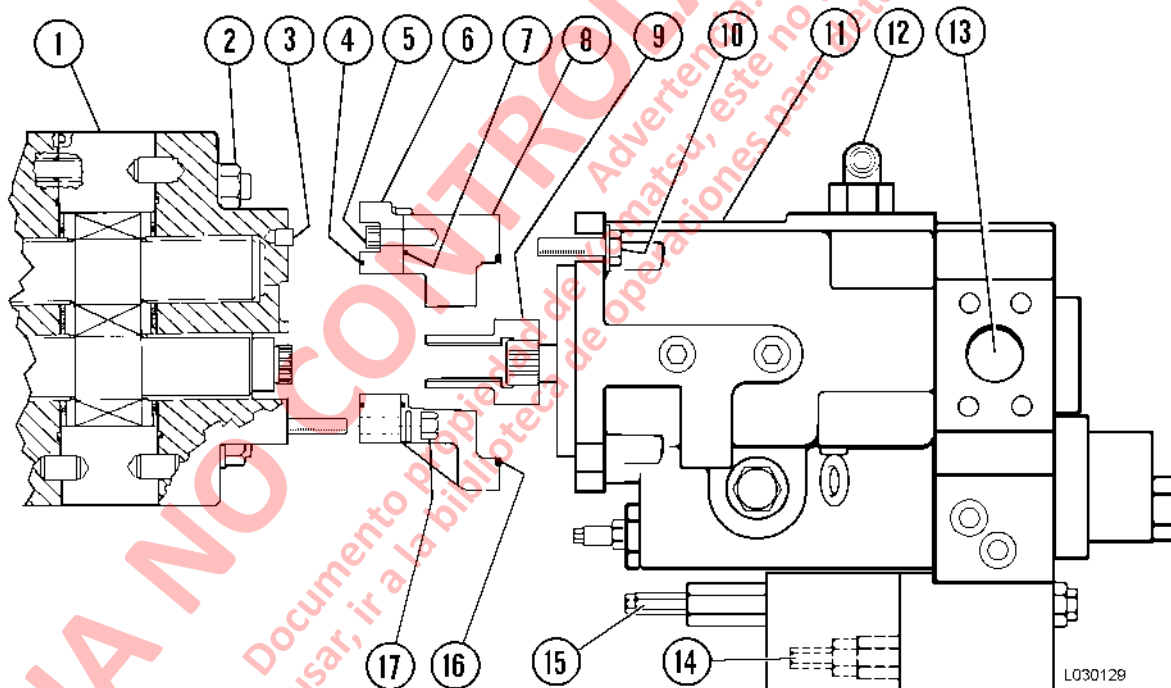

FIGURA 3-3. RETIRO DE LA BOMBA DE DIRECCIÓN/ FRENOS
10. Saque los cuatro pernos de montaje de la bomba de frenos/dirección (4). Deslice la bomba de izaje hacia delante para desenganchar las estrías del acoplamiento impulsor (9, Figura 3-3) de la bomba de la dirección.
1. Monte el O-Ring (16, Figura 3-3) a la bomba de la dirección (11). Monte el acoplador (9) a la bomba de izaje.
1. Limpie muy bien el exterior del conjunto de la bomba. Si la bomba de la dirección está conectada, saque los pernos (10, Figura 3-3) y saque la bomba de la dirección de la placa de transición (8). Saque el O-Ring (16).
2. Retire e inspeccione el acoplamiento (9). Saque y elimine el anillo de retención interno, si está montado. Saque los pasadores de espiga (3) si están dañados o si es necesario cambiar la placa del rodamiento.
4. Saque las tuercas (17, Figura 3-3). Retire la placa de rodamientos (20, Figura 3-4) con la placa de transición (22) y el O-Ring (26). Saque los pernos que aseguran la placa de rodamientos a la placa de transición. Retire el O-Ring (23). Saque los pasadores de espiga si están dañados o si es necesario cambiar la placa de transición.